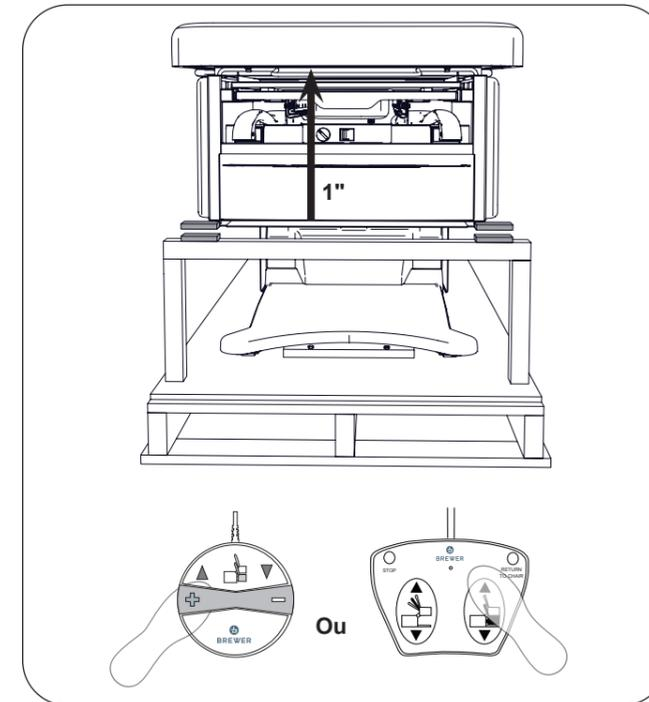

Figure 10. Soulever le siège du support
- Appuyez sur "Table Monter" sur la pédale de commande pour soulever le siège d'environ 1" (Figure 10). Relevez le support en U en bois et les entretoises d'expédition à l'avant de la table.